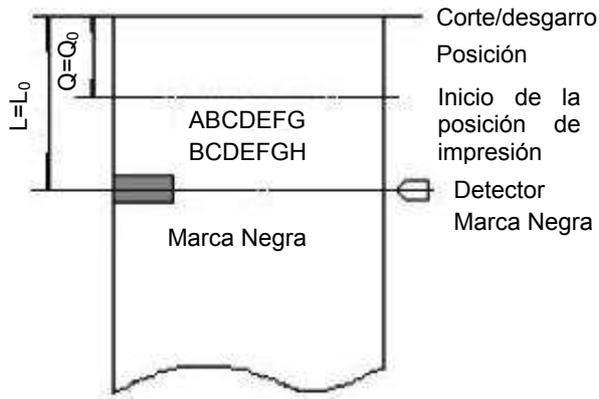

Figura 7-2
1. Cuando la distancia L entre la posición de corte / desgarramiento y la posición de la marca negra es la misma con el valor mecánico inherente  $L_0$  de la impresora y la distancia Q entre la posición de corte / desgarramiento y la posición de impresión inicial es la misma con El valor mecánico inherente  $Q_0$  de la impresora (mostrado en la **figura 7-2**), todo el valor de desplazamiento establecido por "GS (F" comando es 0.